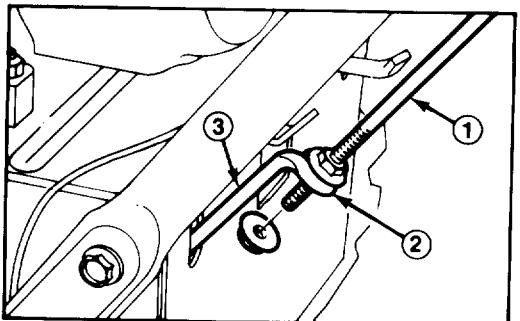

Figure 3
3. Enfilez un écrou à collarette (la collarette en haut) sur le bas de la tige de commande de traction jusqu'à la bride dans la tige de traction inférieure (Fig. 3).